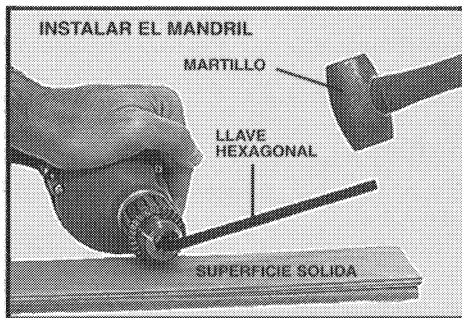

Fig. 6
5. **INSTALAR EL MANDRIL:** Abra completamente las mordazas del mandril de repuesto. Atornille el mandril en el árbol (eje) en sentido a las manecillas del reloj. Apriételo a mano. Inserte la llave Allen como está indicado en número 4 arriba. Con el mandril en una superficie sólida, coloque la llave hexagonal a la derecha (vea Fig. 6) y golpéela con un martillo para asentar el mandril.